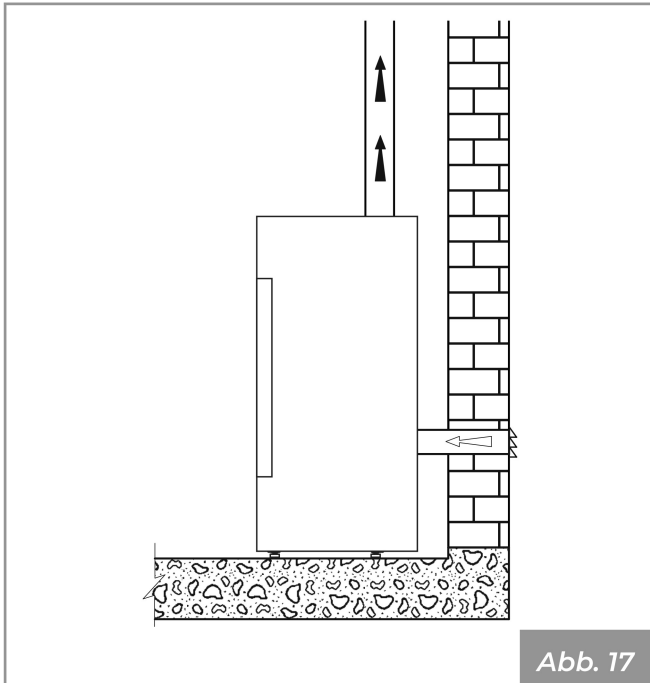

Abb. 17
- den Verbrennungslufteinlass des Geräts mit einem geeigneten Kanal an den Lufteinlass anschließen (**Abb. 16 - Abb. 17**).